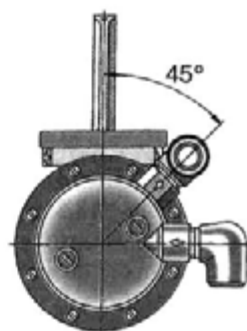

Рис. 4.2.23. Положение головки топливного насоса при ее установке
- положение головки топливного насоса при ее установке должно соответствовать рис. 4.2.23.